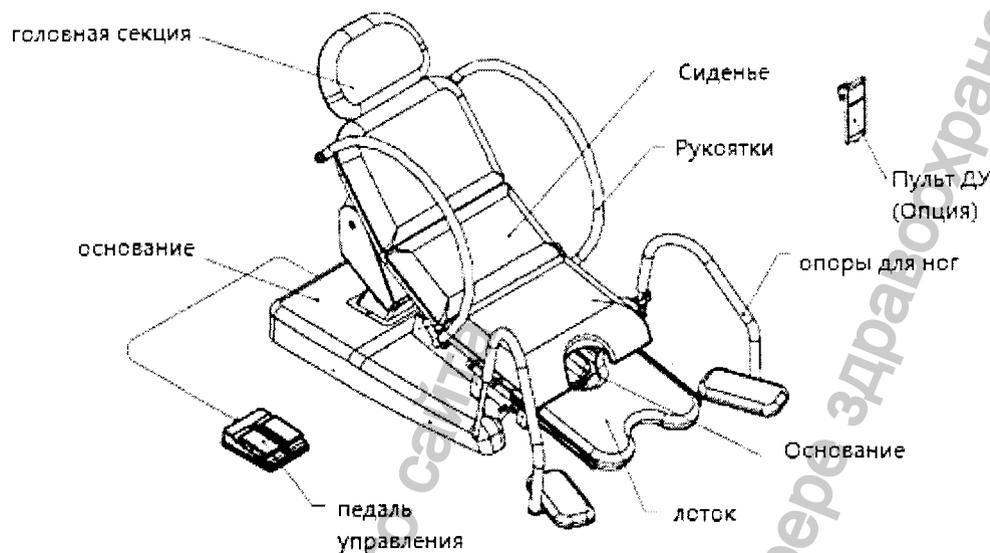

Рис. 1.
4. Схематическое изображение (Рис.1).